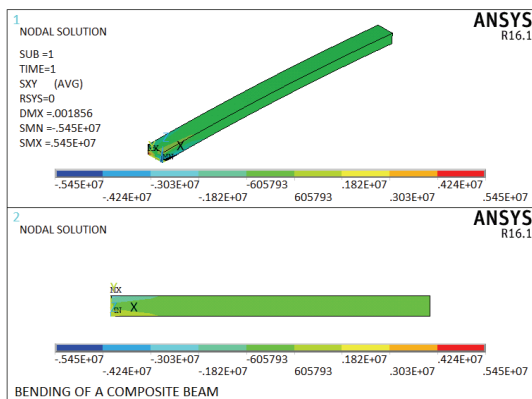

图 6-104 XY 方向剪应力等值线图
7) 选择 Main Menu | General Postproc | Plot Results | Contour Plot | Nodal Solu 命令, 出现 Contour Nodal Solution Data 对话框, 选择 Nodal Solution | Stress | XY Shear stress, 单击 OK 按钮, ANSYS 显示窗口显示剪应力等值线图, 如图 6-104 所示, 单击 OK 按钮关闭该对话框。